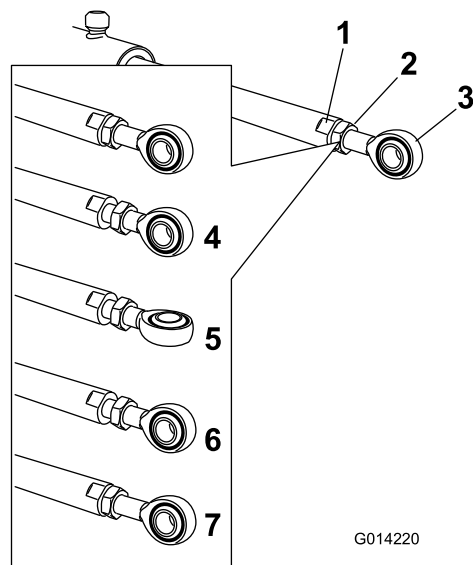

Figure 65
5. Placez une clé sur les méplats de la tige de vérin pour l'immobiliser, puis desserrez l'écrou de blocage pour pouvoir manipuler la tige à œillet (Figure 65).
6. Tournez la tige à œillet dans la tige du vérin pour raccourcir ou allonger le vérin déployé à la position voulue (Figure 65).